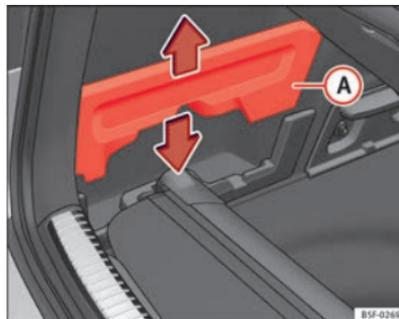

Abb. 96 Im Gepäckraum: Aufnahme zum Verstaun der Gepäckraumabdeckung.
- Entfernen Sie die Abdeckungen ⇒ Abb. 96 **A** links und rechts.